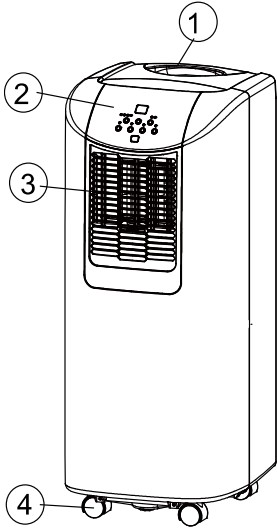

FIG.1
- ONLY USE IN THE UPRIGHT POSITION ON A FLAT LEVEL SURFACE AND AT LEAST 50cm FROM ANY OBJECTS (Fig 1 & 4).